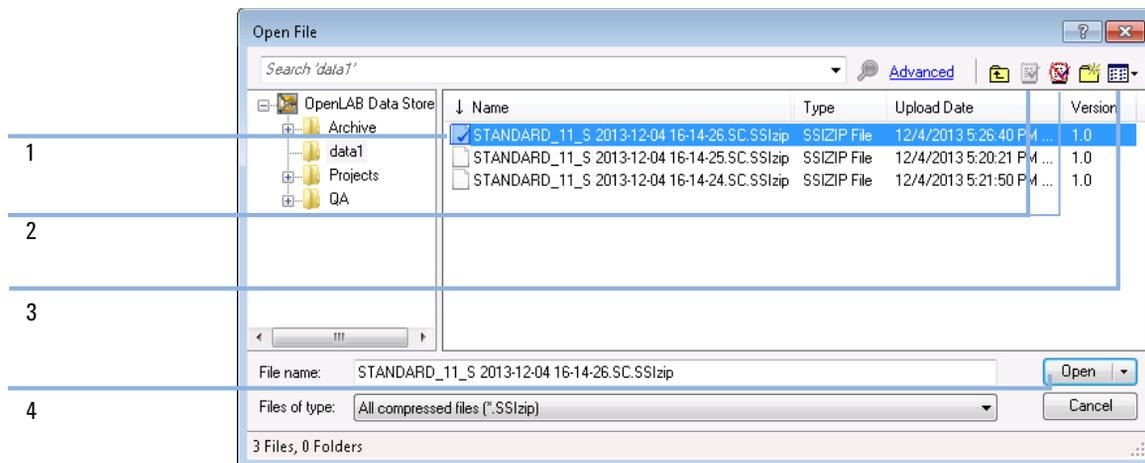

Figura 17 Cuadro de diálogo Abrir archivo de Data Store
Si el elemento se encuentra verificado, tendrá una marca con un icono azul o rojo (consulte Figura 17 en la página 57, marcador 1):
Para verificar o activar un elemento, use los iconos respectivos disponibles en el cuadro de diálogo Abrir (consulte Figura 17 en la página 57, marcador 2). Utilizando dichos iconos, solo puede verificar la última versión de un elemento.
Para obtener más información sobre el tipo y la versión de los elementos disponibles, seleccione la vista **Detail** (consulte Figura 17 en la página 57, marcador 3). Para abrir una versión anterior de un elemento, seleccione el comando **Open Revisions** en el menú **Open** (consulte Figura 18 en la página 58, marcador 1). De este modo, se abrirá el cuadro de diálogo **File Versions**, donde se enumeran todas las versiones disponibles del elemento (consulte Figura 19 en la página 58).
- 3 Seleccione **Open** en cualquier cuadro de diálogo para descargar el elemento en ChemStation. Para evitar que otros usuarios modifiquen el elemento, seleccione el comando **Open As Checked Out**. De esta manera el elemento queda marcado como comprobado en el sistema de almacenamiento centralizado (consulte Figura 17 en la página 57, marcador 2).